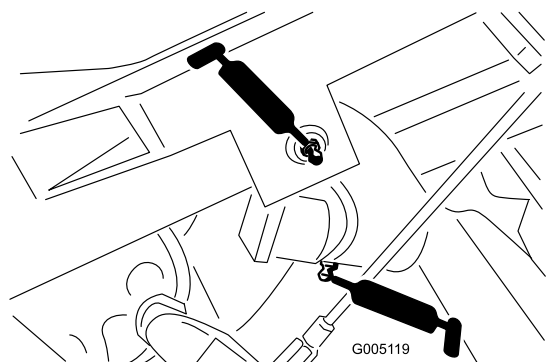

Figura 37
- Articulação do braço de elevação e engate da articulação (3) (Figura 37)